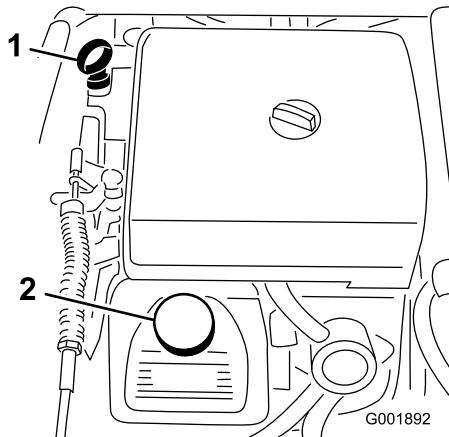

Figura 20
2. Retire la varilla y límpielo con un paño limpio (Figura 20). Introduzca la varilla en el tubo asegurándose de que entre a fondo. Retire la varilla y compruebe el nivel de aceite.
3. Si el nivel de aceite es bajo, retire el tapón de llenado de la cubierta de la válvula (Figura 20) y vierta aceite por el orificio hasta que el nivel llegue a la marca Lleno de la varilla; consulte el tipo y la viscosidad correctos en la sección Mantenimiento del aceite del motor. Añada el aceite lentamente y compruebe el nivel a menudo durante este proceso. No llene demasiado.